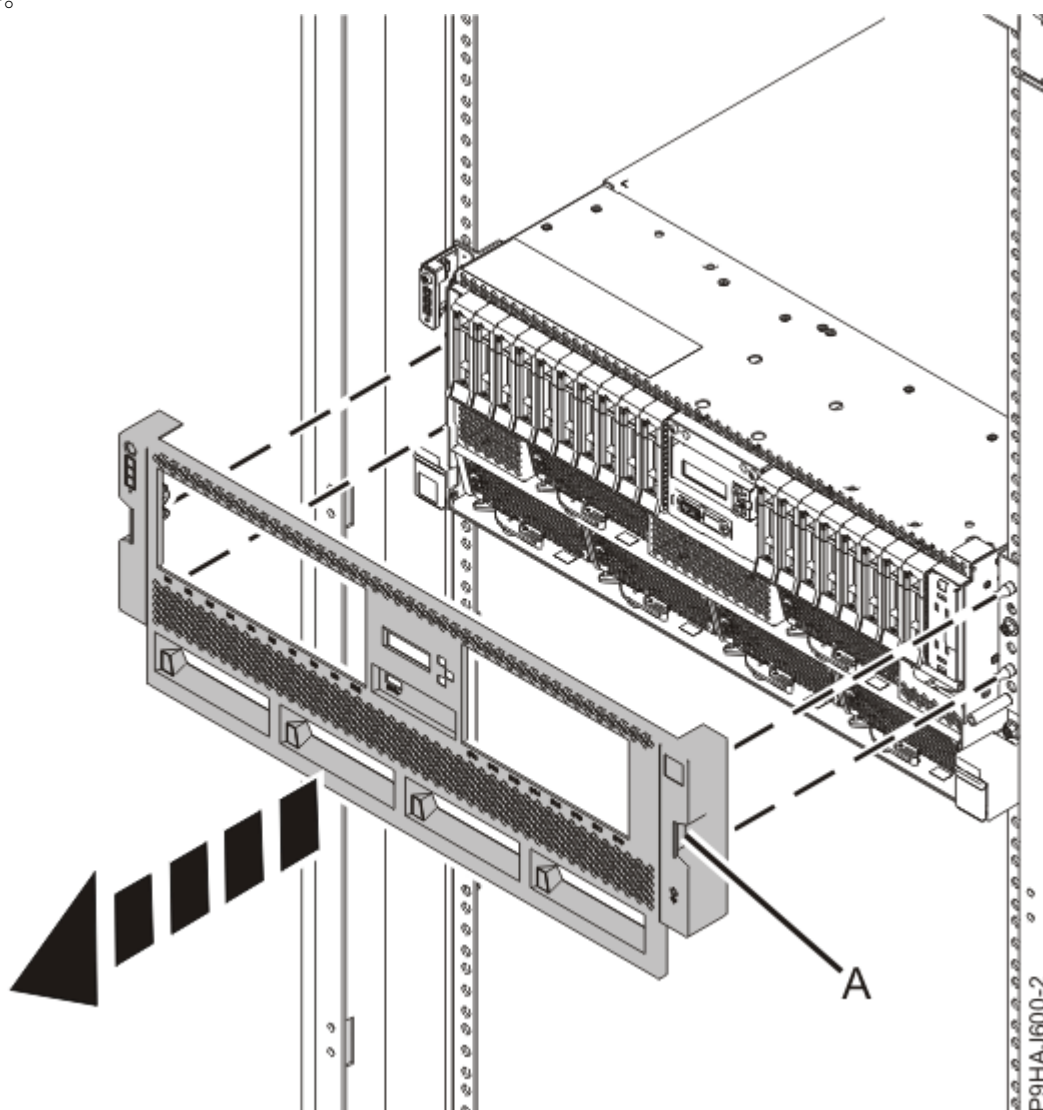

図 3. 前面カバーの取り外し
5. ラック・マウント型システムの場合は、前面カバーを引いてシステムから取り外します。カバーには、より簡単につかむことができるくぼみ **(A)** があります。5 ページの図 3 を参照してください。